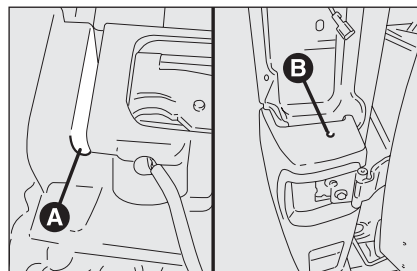

fig. 30b
- ☐ dévisser la fixation inférieure A entre pare-chocs central et latéral fig. 30b;
- ☐ après avoir démonté le feux arrière, dévisser la fixation supérieure B-fig. 30b;